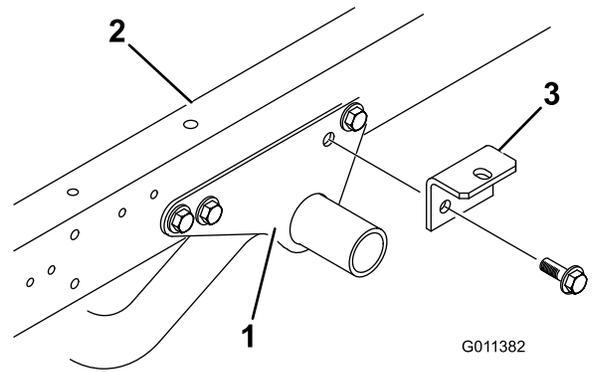

Bild 5
1. Entfernen Sie die zwei Bundkopfschrauben und Bundsicherungsmuttern, mit denen die Rückseite der Motorrahmenbefestigungshalterung an jeder Seite des Fahrzeugrahmens befestigt ist (Bild 5).
2. Befestigen Sie eine Anbaugeräthalterung mit den zwei vorher entfernten Bundkopfschrauben und Bundmuttern lose an jeder Motorrahmenbefestigungshalterung (Bild 5).